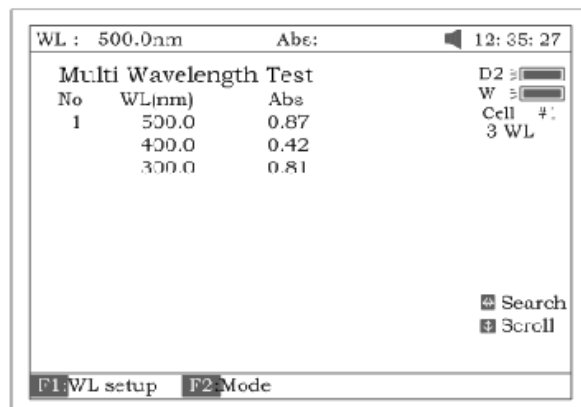

Рис. 71
- Установите кювету с пробой на пути луча, нажмите **[СТАРТ/СТОП]** для выполнения анализа. Результаты анализа будут выведены на экран (рис.71)